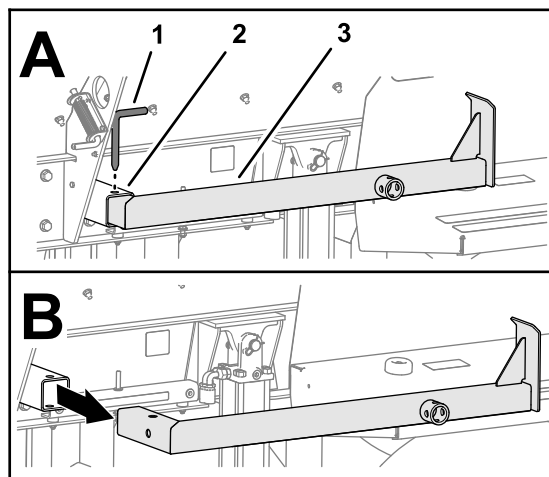

Figura 22
4. Retire o pino do apoio do apoio traseiro e retire o apoio do tubo do apoio (Figura 22).